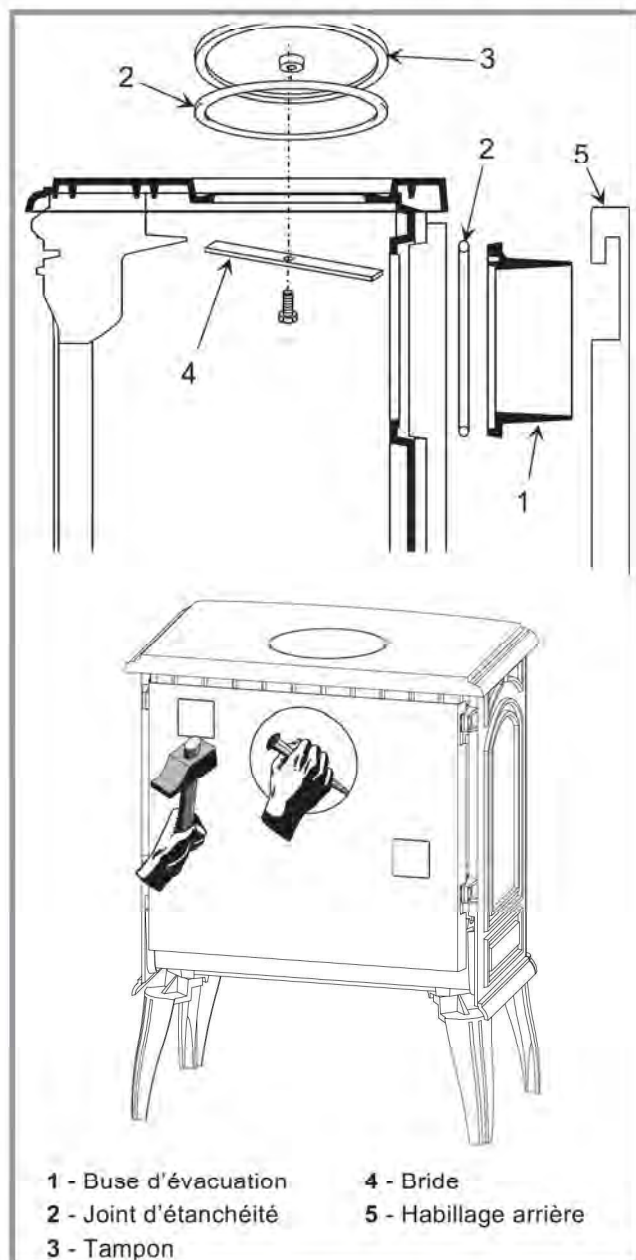

Figure 4 - Départ des fumées à l'arrière
2.4.2. Départ de fumée à l'arrière (figure 4)